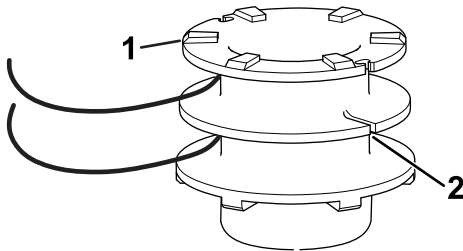

Figura 16
4. Inserite la stringa nel foro di ancoraggio nella parte superiore della bobina (Figura 16). Avvolgete la stringa sulla bobina nella direzione indicata dalle frecce sulla bobina.